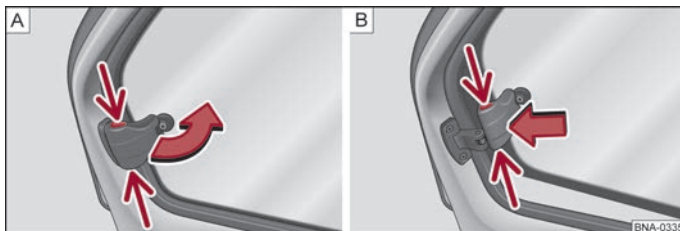

Fig. 18 Rude bagi
- Tag fat i låseanordningen i udskæringen ⇒ Fig. 18 – [A], og åbn ruden i pilens retning.
- Lås ruden i åben position ved at trykke låseanordningen i pilens retning ⇒ Fig. 18 – [B].
- Tag fat i låseanordningen i udskæringen, og træk den modsat pilens retning ⇒ Fig. 18 – [B].
- Luk ruden til udgangsposition modsat pilens retning ⇒ Fig. 18 – [A], indtil låseanordningen går i hak, så det kan høres.